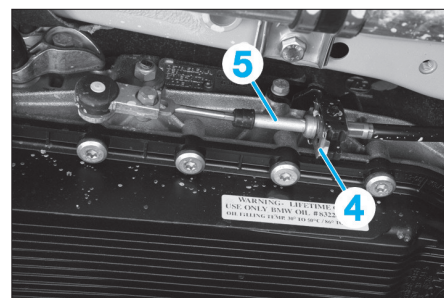

Fig. 6
- Retirer l'agrafe de sûreté (4) (Fig.6).
- Dégager le câble (5) du support.
- A l'aide d'un tournevis, dégager la tête du câble de sélection (5) de la rotule du levier de câble.